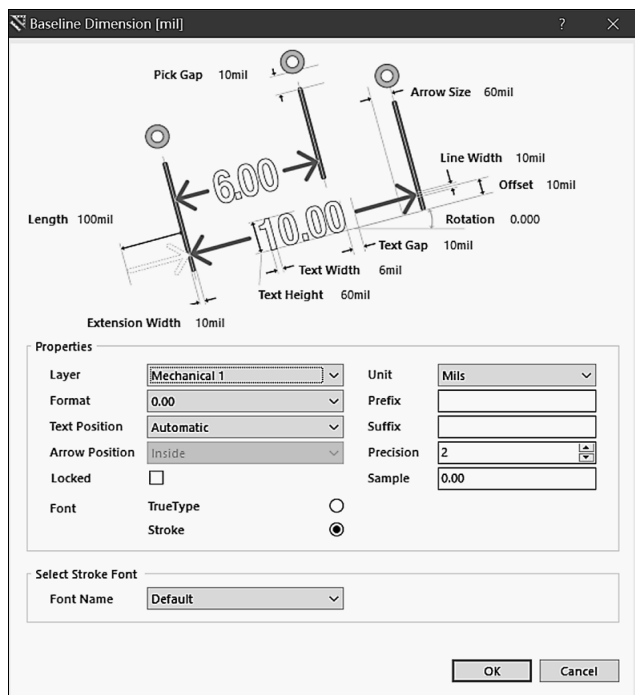
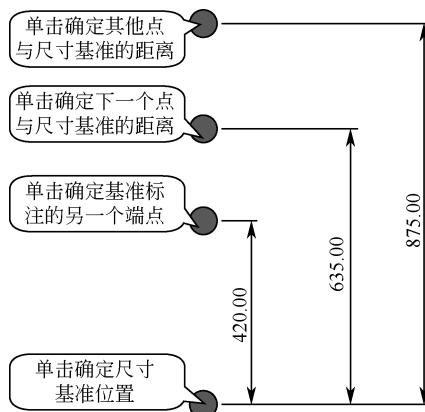

图 8-1-17 Baseline Dimension 对话框
图 8-1-18 基准标注放置过程
(1) 单击 Utilities 工具栏中的尺寸工具按钮 ，在弹出的工具栏中单击基准标注按钮 ，或执行菜单命令 Place→Dimension→Baseline。
(2) 按【Tab】键，打开如图 8-1-17 所示的 Baseline Dimension 对话框。该对话框各参数设置与 Linear Dimension 对话框中的对应各项相同，此处不再赘述。
(3) 在 Baseline Dimension 对话框中设置基准标注的属性，单击【OK】按钮。
(4) 移动鼠标指针至基准处，单击确定尺寸基准位置。
(5) 移动鼠标指针至工作区中需要标注的第一个尺寸处，单击确定基准标注的另一个端点，移动鼠标指针，调整标注文字的位置，单击确定标注文字位置。若需要标注垂直距离尺寸，可按【空格】键，旋转标注的方向。
(6) 重复步骤(5)，继续标注其他点与尺寸基准的距离。
(7) 所有尺寸标注完毕后，右击或按【Esc】键结束操作。操作过程如图 8-1-18 所示。